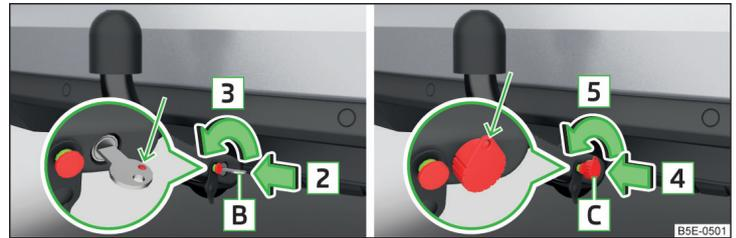

Abb. 279 Schloss entriegeln: Schlüsselvariante 1 / Schlüsselvariante 2
- Den Schlüssel **B** in Pfeilrichtung **3** drehen, sodass dessen rote Markierung nach oben zeigt » Abb. 279.
- Den Schlüssel **C** in Pfeilrichtung **5** drehen, sodass die Schlüsselöse nach oben zeigt » Abb. 279.